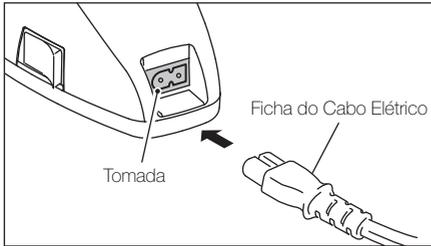

Fig. 1
1. Introduza a ficha do cabo elétrico na tomada existente na parte posterior do carregador de pilhas. (Fig. 1)